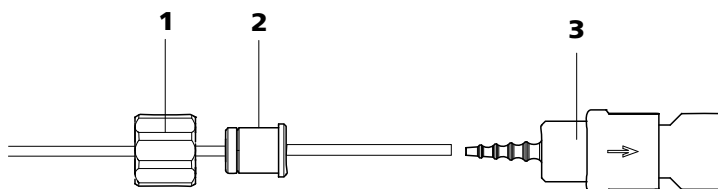

Figure 22 Installer une connexion pour tuyau de pompe avec filtre
- **Cas A:** une connexion pour tuyau de pompe **avec filtre** 6.2744.180 (voir Figure 22, page 42) ou